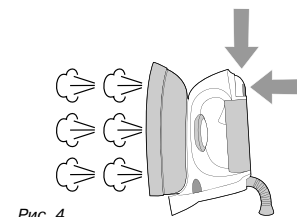

Рис. 4
- а. Нажмите, затем потяните на себя - таким образом Вы приведете в действие блокировочное устройство для непрерывной подачи пара, как показано на рис. 4.